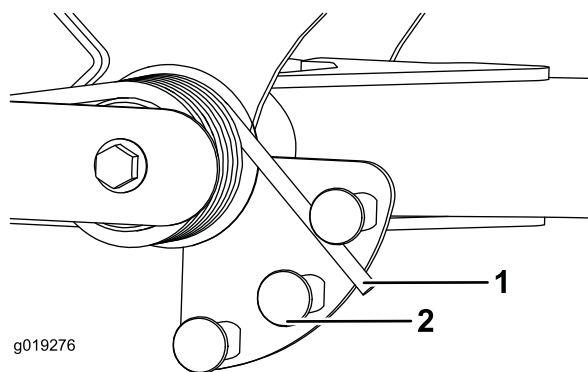

図 33
2. Spring の長い方の端部にチューブのようなものを取り付けて、Spring アクチュエータの周囲に巻きつけるようにして希望位置にセットする 図 33。